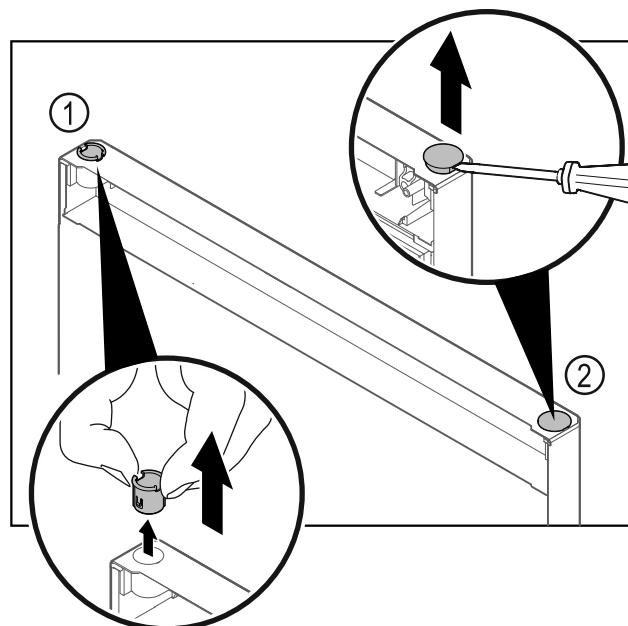

Fig. 28 Дверцята холодильного відділення
- Витягніть шарнірну втулку Fig. 28 (1) пальцями.
- За допомогою шліщової викрутки обережно підніміть заглушку Fig. 28 (2) та витягніть її.